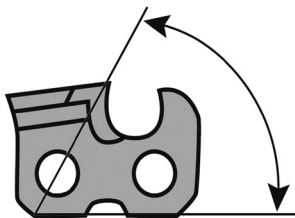

Рис. 10 Угол заточки режущего зуба по вертикали
- В соответствии с таблицей размеров определите угол заточки режущих зубьев пильной цепи по вертикали (Рис. 10). Для различного типа пильных цепей он составляет 50-60°.